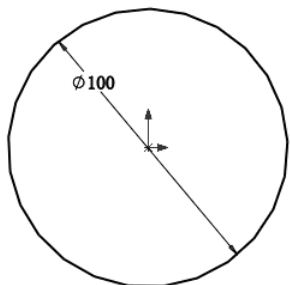

图 3-18 标注尺寸 1
2) 单击“草图”面板中的 $\odot$  (圆) 按钮, 在步骤 1) 中设置的基准面上绘制一个圆, 然后单击“草图”面板中的 $\text{f}$  (智能尺寸) 按钮, 标注绘制圆的尺寸, 如图 3-18 所示。